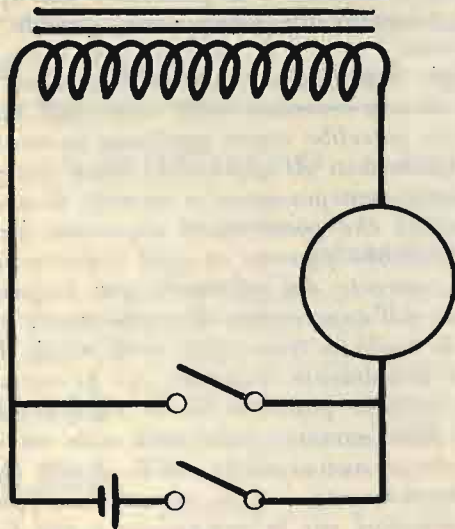

Fig. 2
Se la bobina avesse dimensioni grandissime, potremmo, col circuito di fig. 2, constatare un terzo fenomeno, ancora più interessante dei due precedenti: e cioè il fatto che la corrente non raggiunge immediatamente il suo valore massimo, ma che lo raggiunge solo dopo un certo tempo, quando si chiude il circuito; inversamente, la corrente non cade immediatamente a zero quando il circuito viene aperto, ma si annulla solo dopo un certo tempo (1).